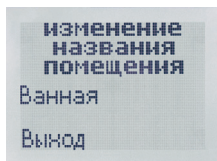
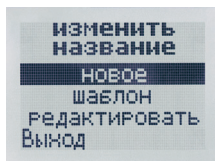

Рис. 45
Рис. 45.1
Для изменения названия (рис. 45) Вам будут предложены три варианта его введения (рис. 45.1):
- Изменение названия помещения (рис. 45).